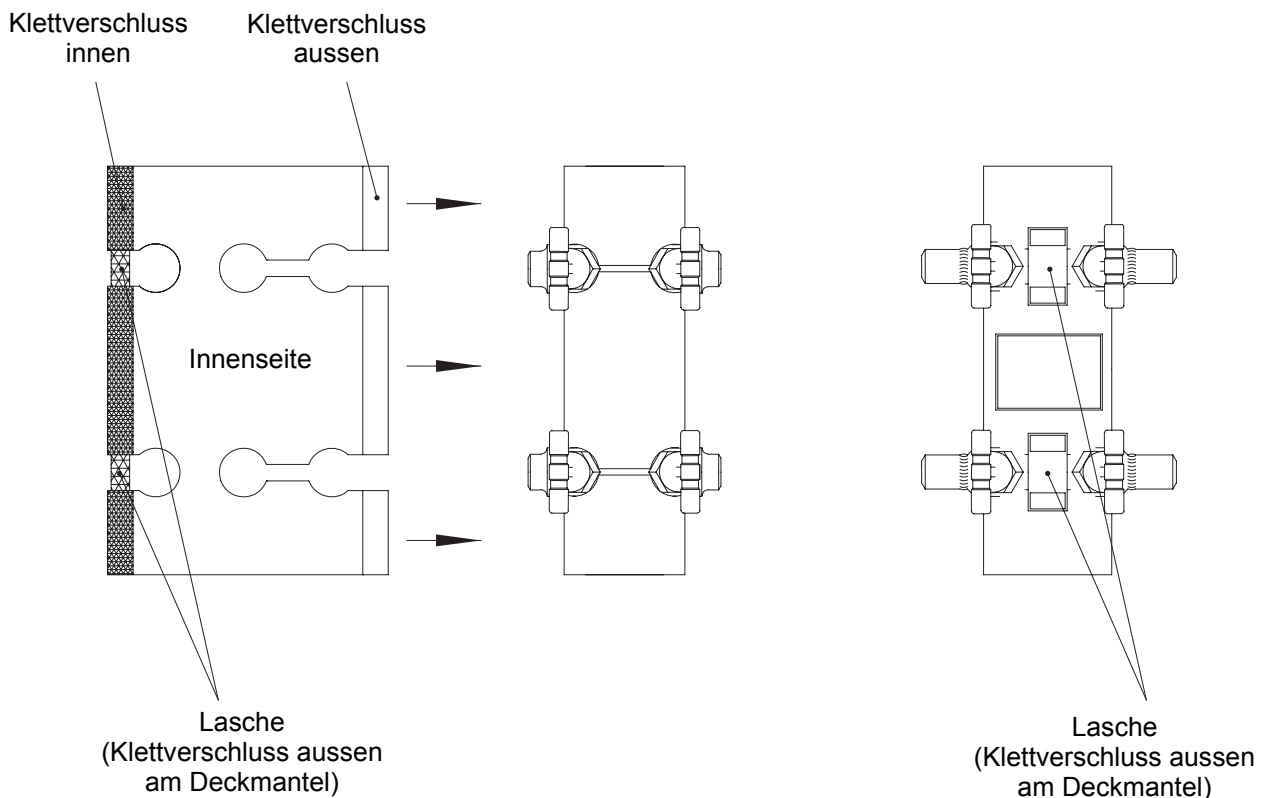

Bild 7: Deckmantel
- **Deckmantel** (Bild 7) zwischen die Trägerkonstruktion und den mit der Grundisolierung versehenen CODI® schieben.